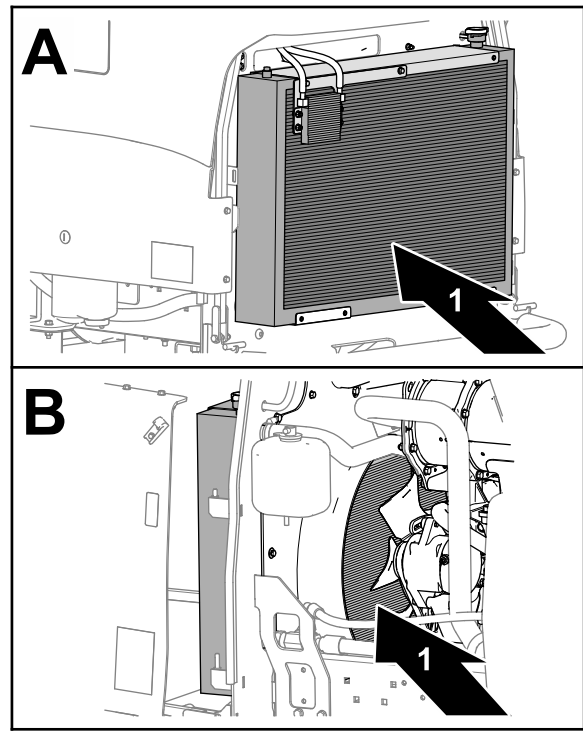

Figure 70
7. Nettoyez soigneusement les deux côtés du radiateur et du refroidisseur d'huile à l'air comprimé (Figure 70).